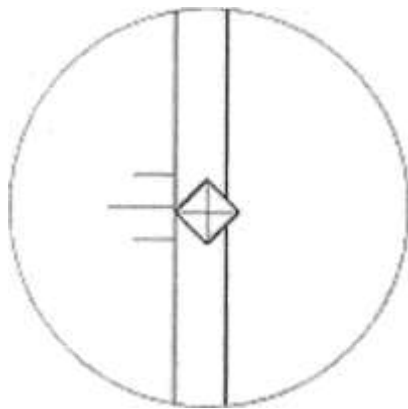

Рис. 28
1) Поверните колесико перемещения левой линии так, чтобы риска расположилась по касательной к углу отпечатка, как показано на рис.28.